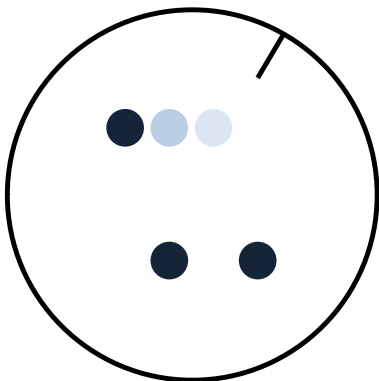

Abbildung 4: Symbolische Darstellung eines entwickelten Wells mit Wellmarkierung für Dreh-Korrektur (1:00 Uhr / 30°)
Geteilte Mikrotiterplatten-Streifen werden immer auf Position A der Mikrotiterplatte beginnend angeordnet (Abbildung 6) (Anordnung von Testen siehe Abschnitt 7.3.5). Um eine korrekte Positionierung des Spotmusters für die Auswertung zu gewährleisten, sind alle Wells mit einer Strichmarkierung am Boden bei 1:00 Uhr (30°) versehen, welche der Software erlaubt, die Wellabbildung vor der Auswertung in die korrekte Orientierung zu drehen (Dreh-Korrektur, Abbildung 4).
- *Use Rotation* (Rotation verwenden) – ermöglicht die Aktivierung oder Deaktivierung der Dreh-Korrektur auf Basis der Well-Markierung (schwarzer Strich auf 1:00 Uhr (30°) Abbildung 4); es ist möglich, dass die Dreh-Korrektur in Einzelfällen nicht fehlerfrei erfolgt (siehe Abschnitt 7.3.3), in diesem Fall kann die Rotation deaktiviert werden, vorausgesetzt gebrochene Streifen haben eine korrekte Orientierung und es befinden sich keine Einzelwells im Platten-Rahmen